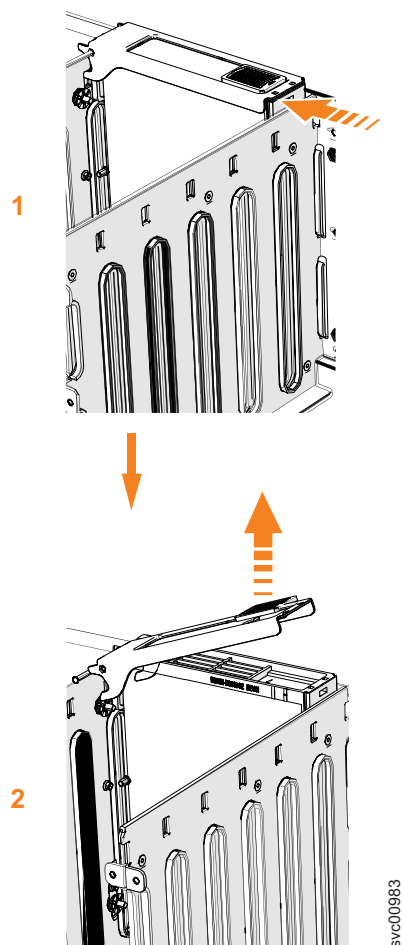

図 112. ドライブ・アセンブリーの取り外し
5. 132 ページの図 112 に示すように、解放ラッチを前方へスライドさせます (**1**)。
6. ハンドルを持ち上げて (2)、ドライブ・キャリアのロックを解除して区画から外します (図 112 を参照)。ラッチの底面の先端が完全に外れていることを確認してください。